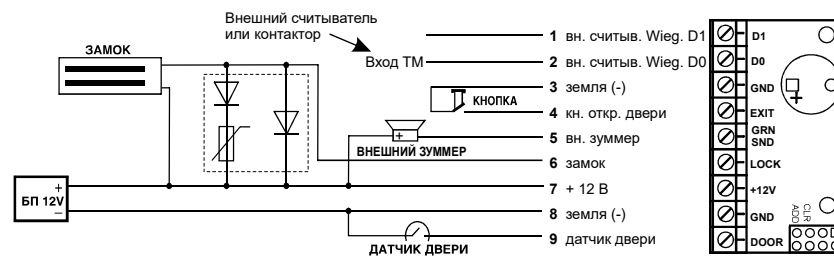

Рис.5 Схема подключения внешних устройств
3. Установите защитный диод (см. Рис.5). В случае, если замок
обмотке замка. После этого время срабатывания (открывания) электромагнитного замка может возрасти на 1-3 секунды по сравнению с работающей схемой гашения тока. Если такое увеличение времени неприемлемо, то рекомендуется последовательно с диодом установить варистор на напряжение до 14 вольт и рассеиваемой энергией от 0,7 Дж (рекомендуется V8ZA2P) (см. Рис.5).